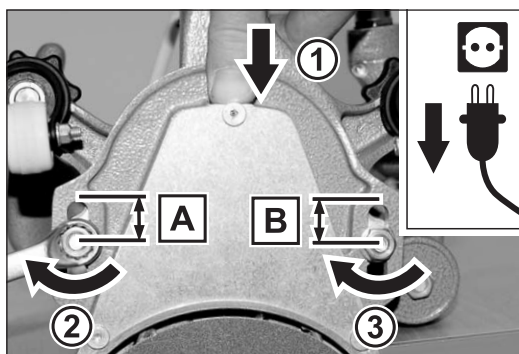

Fig. 19 ... et resserrez-les en comprimant en même temps la rallonge vers l'avant à l'aide de votre pouce pour tenir la courroie sous tension.
- 4 Maintenez maintenant l'ELAN sur la tubulure d'aspiration et compressez simultanément du pouce la rallonge vers l'avant. Veillez à ce que les écartements des goupilles filetées dans les trous oblongs soient identiques des deux côtés (fig. 19).